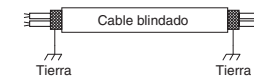

Fig. 5-2
- (3) Emplee cables apantallados para el cableado de control entre unidades (c) y ponga a tierra el apantallado de ambos lados, porque si no lo hace así, podría producirse un funcionamiento erróneo debido al ruido. (Fig. 5-2) Conecte los cables como se muestra en la sección "5-3. Diagramas del sistema de cableado".